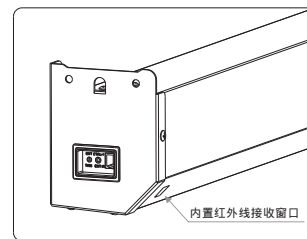

图5
- 木制墙壁安装:** 用卷尺测量银幕两端端盖的两匙孔形之间的距离(如图1)，根据所测的长度在墙壁上相应的位置用电钻钻两个大小适中的孔，并且确定两个孔在同一条水平直线上(如图2-3)，在这两个孔内打入两个 $\Phi \times 60$ 的木牙螺丝，然后将银幕两端端盖的两个匙孔型对准钉入墙内的螺钉，挂上即可(如图4)。银幕挂上之后，为了确保幕布与墙壁之间保持平衡，可以用水平尺测量一下银幕是否平衡(如图5)。
- 混凝土墙壁安装:** 用卷尺测量银幕两端端盖的两匙孔形之间的距离(如图1)，根据所测的长度在墙壁上相应的位置用电钻钻两个大小适中的孔，并且确定两个孔在同一条水平直线上(如图2-3)，然后将膨胀螺丝塞入钻好的孔内，再将银幕两端端盖的两个匙孔型对准钉入墙内的螺钉，挂上并拧紧膨胀螺丝即可(如图4)。银幕挂上之后，为了确保幕布与墙壁之间保持平衡，可以用水平尺测量一下银幕是否平衡(如图5)。
- 1、当内置红外线接收窗口没有被任何物体遮挡时, 您可以使用内置红外线遥控控制银幕的上升、停止、下降 (如图 5)